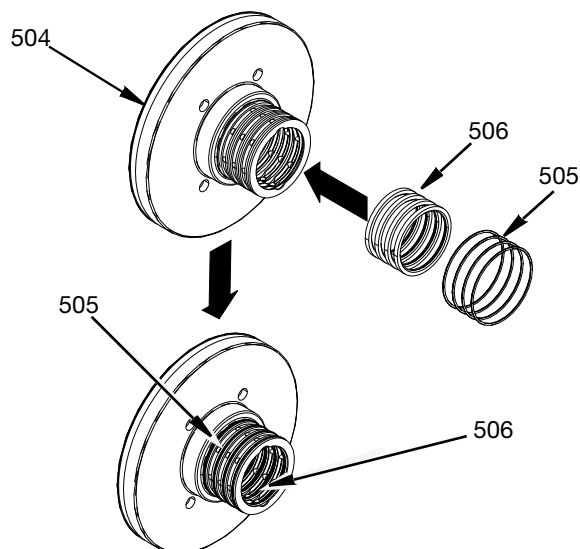

ABB. 24
- Montieren Sie die O-Ringe (505) und Luftdichtungen (506) auf dem Luftverteillerringlager (504). Siehe ABB. 24.